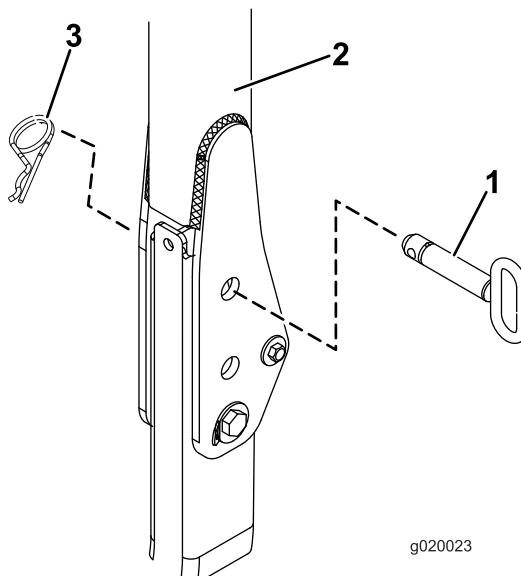

図 29
2. リールマスター 3555 および 3575 のトラクションユニットの場合は、ステップ 10 へ飛んでください。それ以外のモデルでは、ROPS を立てた状態で、ヘアピンコッターと 2 本のピンを抜き取る図 29。